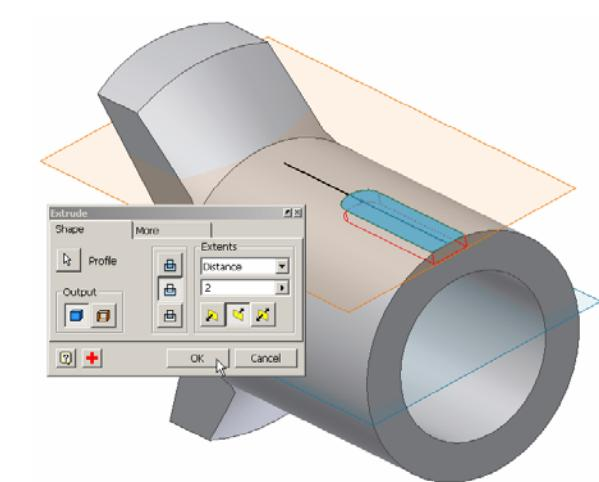
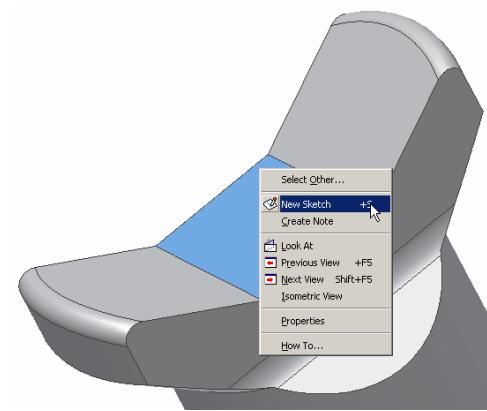
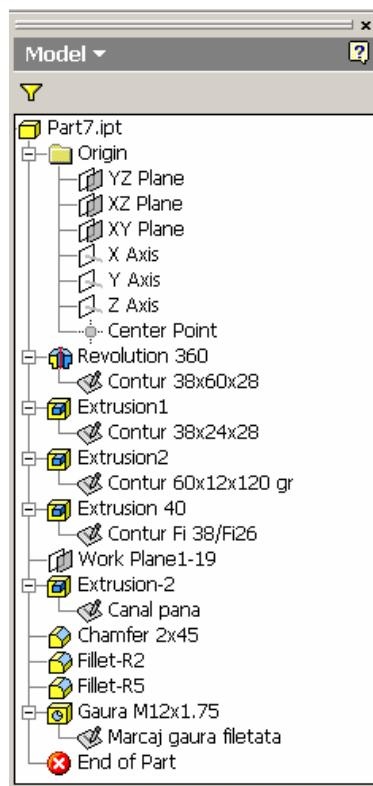

Figura 2.9.25.
Figura 2.9.29.
Figura 2.9.32.
Se ieșe din planul de schițare 2D în spațiul de modelare 3D prin punctarea butonului **Return** din trusa de instrumente **Standard Bar**. Operația generează o nouă intrare **Sketch4** în panelul **Browser Bar**, ce se poate redenumi **Contur Fi 38/Fi26**, figura 2.9.32.
Se confirmă operația prin punctarea butonului **OK**, în urma căreia, panelul **Browser Bar** este completat cu intrarea **Extrusion3**, căreia îi este subordonată intrarea **Contur Fi 38/Fi26**. Intrarea se va redenumi **Extrusion-40**, figura 2.9.32. Se ieșe din comandă prin ESC.
În urma operației, panelul **Browser Bar** este completat cu intrarea **Work Plane1**. Intrarea se va redenumi **Work Plane-19**, figura 2.9.32. Se ieșe din comandă prin ESC.
- din zona celor trei icoane verticale se va selecta icoana **Cut** , cu efectul eliminării din model a volumului canalului extrudat, figura 2.9.25;
Se confirmă operația prin punctarea butonului **OK**, rezultând modelul din figura 2.9.25, în urma căreia, panelul **Browser Bar** este completat cu intrarea **Extrusion4**, căreia îi este subordonată intrarea **Canal pana**, figura 2.9.32. Se ieșe din comandă prin **ESC**.
Operația se finalizează printr-o nouă intrare **Chamfer1** în panelul **Browser Bar**, care poate fi redenumită **Chamfer 2x45**, figura 2.9.32.
Se confirmă operația prin punctarea butonului **OK**. Operația se finalizează printr-o nouă intrare **Fillet1** în panelul **Browser Bar**, care poate fi redenumită **Fillet-R2**, figura 2.9.32.
Operația se finalizează prin intrarea **Fillet2** în panelul **Browser Bar**, care poate fi redenumită **Fillet-R5**, figura 2.9.32. Rezultatul este vizibil în figura 2.9.29.
Prin click stânga mouse se selectează fața plană superioară a modelului, figura 2.9.29 și se lansează o nouă schiță, prin tasta S, pentru a marca centrul găurii filetate.
Se ieșe din planul de schițare 2D în spațiul de modelare 3D prin punctarea butonului **Return** poziționat pe trusa de instrumente **Standard Bar**. Operația se finalizează printr-o nouă intrare **Sketch6** în panelul **Browser Bar**, ce se poate redenumi **Marcaj gaura filetată**, figura 2.9.32.
Gaura va fi aplicată pe marcajul de centru plasat anterior. Se confirmă operația prin punctarea butonului **OK**. Operația se finalizează printr-o nouă intrare **Hole1** în panelul **Browser Bar**, ce se poate redenumi **Gaura M12x1.75**, căreia îi este subordonată intrarea **Marcaj gaura filetată**, figura 2.9.32.
Panelul **Browser Bar** corespunzător operațiilor de modelare este prezentat în figura 2.9.32.